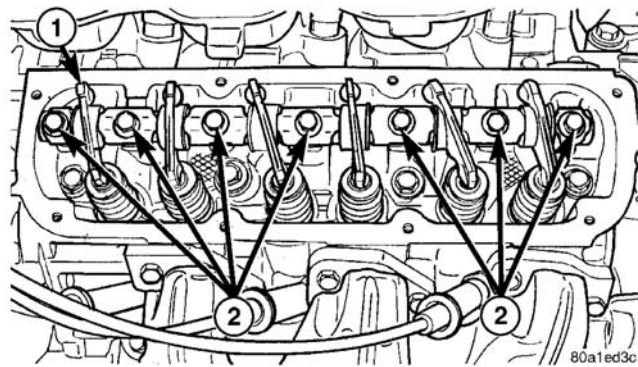

图 43 摇臂和轴
(3) 慢慢地均匀地紧固摇臂轴栓直至轴座落。紧固螺栓至 $23\text{N} \cdot \text{m}$ (200in.lbs.)（图 43）。
(4) 安装气缸盖罩。（参见 9-发动机/气缸盖/气缸盖罩-安装）